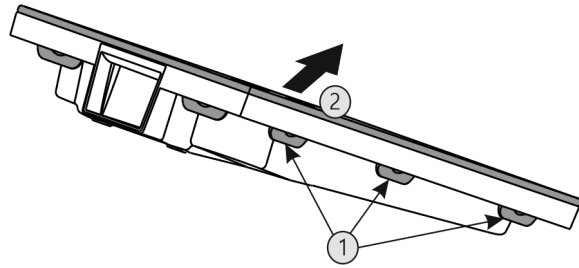

Fig. 22
- ▶ Appuyer sur toutes languettes Fig. 22 (1) l'une après l'autre et enlever le couvercle Fig. 22 (2).